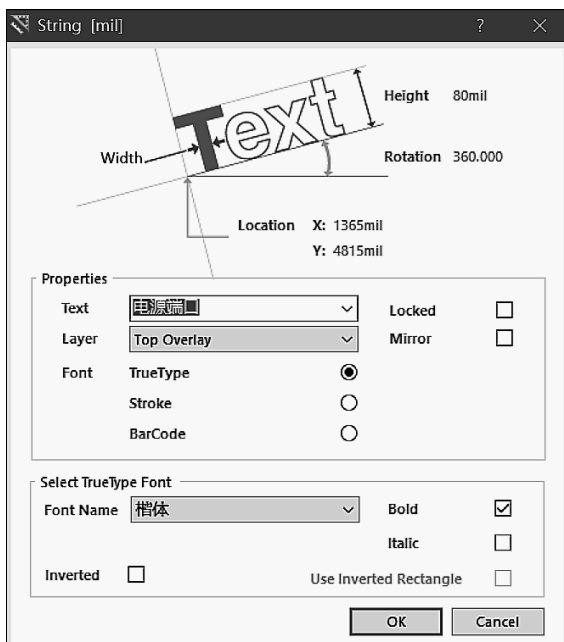

图 8-1-6 String 对话框
(1) 在工作区选择放置字符串的 PCB 板层，单击 Wiring 工具栏中的放置字符串按钮 ，或执行菜单命令 Place→String。
(2) 按【Tab】键，打开如图 8-1-6 所示的 String 对话框。该对话框用于设置字符串的属性，各选项的功能如下。